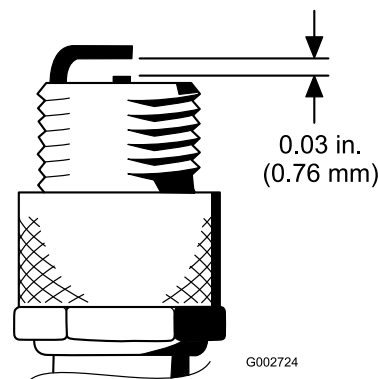

Figura 45
4. Impostate la distanza tra il centro e il lato degli elettrodi a 0,76 mm (Figura 45).